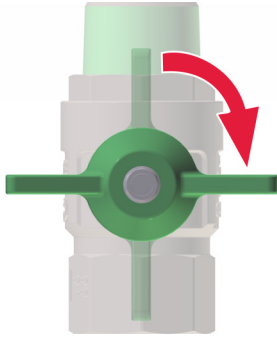

Abb. 53: Kugelhähne schließen
1. ➤ Alle Kugelhähne (Abb. 53) am Frischwarmwassermodul schließen.